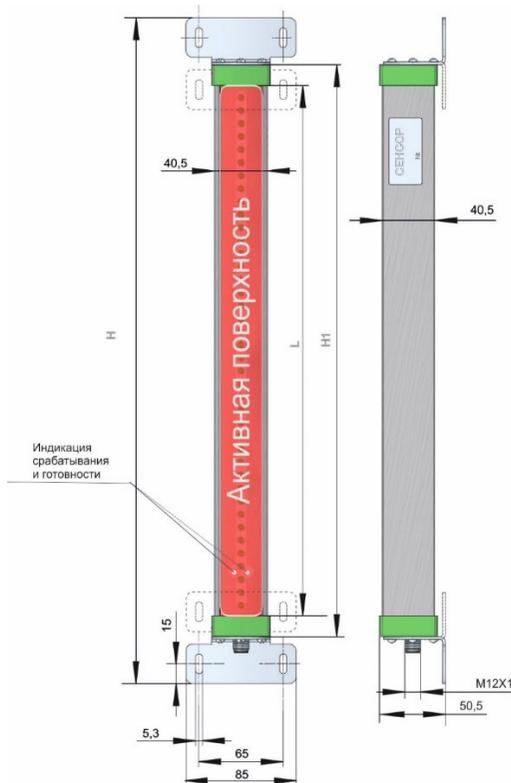

Рисунок 1 - Внешний вид и габаритные размеры барьеров
3.1 Защитные барьеры относятся к оптическим бесконтактным выключателям типа Т (приём прямого луча от излучателя). Защитный барьер состоит из многолучевого источника инфракрасного излучения и приёмника, имеющих однотипные металлческие корпуса. Длина корпуса зависит от высоты контролируемой зоны L. На крышку корпуса выведен разъём для подключения кабеля. Внешний вид и габаритные размеры приемника приведены на рис. 1.